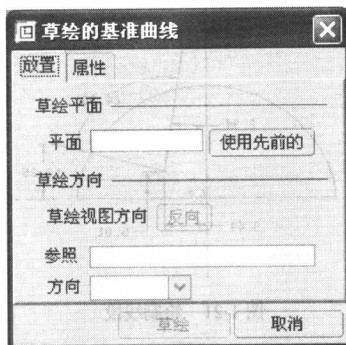

图 1-17 草绘基准曲线提示对话框
20. 单击特征工具栏中的草绘基准曲线按钮，系统弹出如图 1-17 所示草绘基准曲线提示对话框，要求选择基准曲线草绘平面和草绘视图方向参照。